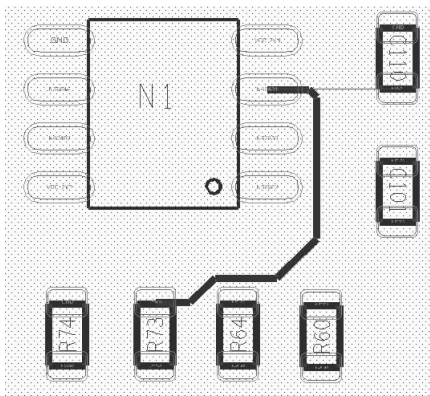

图 12-18 显示网络飞线
2) 选择菜单栏中的“Display（显示）”→“Show Rats（显示飞线）”→“Net（网络）”命令，在编辑区域内单击 N1 的 4 引脚，显示与该引脚连接的网络飞线，如图 12-18 所示。